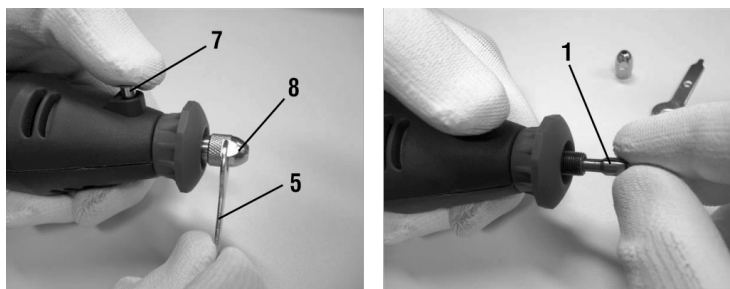

Fig. 2 – Instalação da pinça
1. Enquanto pressiona a trava do eixo (7), com a chave de boca (5), desaparafuse a porca de fixação (8);
2. Insira a pinça (1) no orifício do eixo;
3. Enquanto pressiona a trava do eixo (7), aperte a porca trava (8), fig.2;